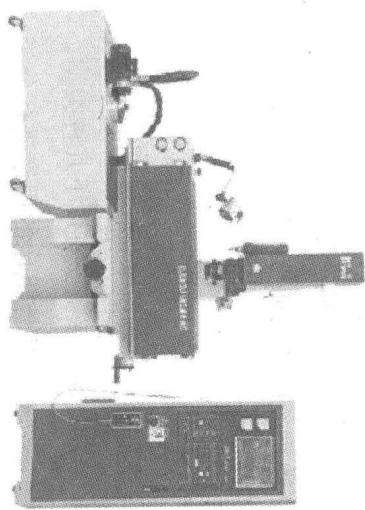

图 1—5 数控电火花成形机床
4) 数控钻床 数控钻床主要用于完成钻孔、攻螺纹等加工，有时也可完成简单的铣削加工。数控钻床是一种采用点位控制系统的数控机床，即控制刀具从一点到另一点的位置，而不控制刀具的移动轨迹。图 1—4 所示为立式数控钻床。